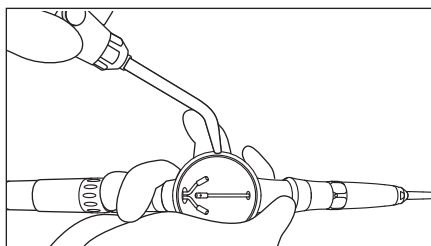

図 13
- 3) パウダーケース内に残ったパウダーをエアなどで取り除きます（図13）。